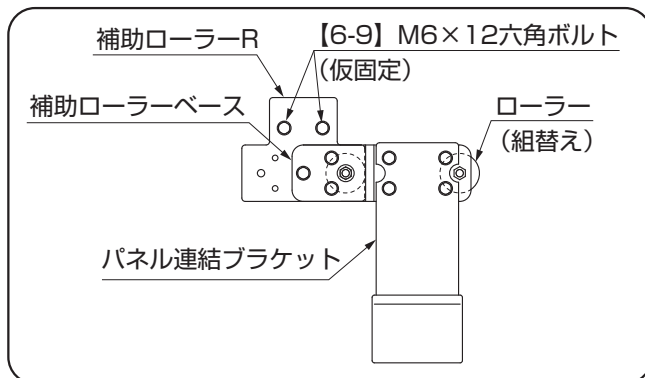
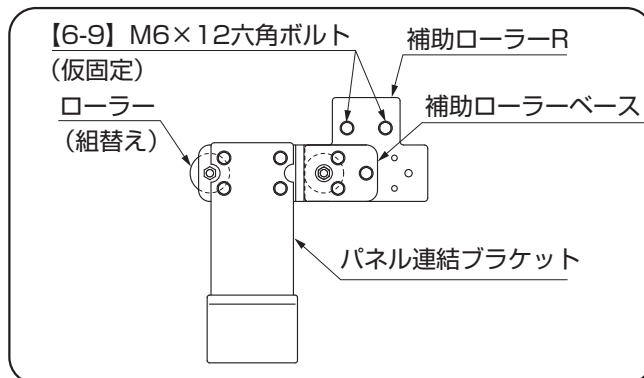
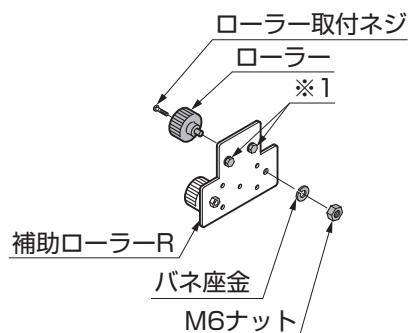

図14-1 左引きの場合
図14-2 右引きの場合
図14-3
- ①補助ローラーRに付いているローラーの片方を外してください。（図14-1、図14-2、図14-3参照）